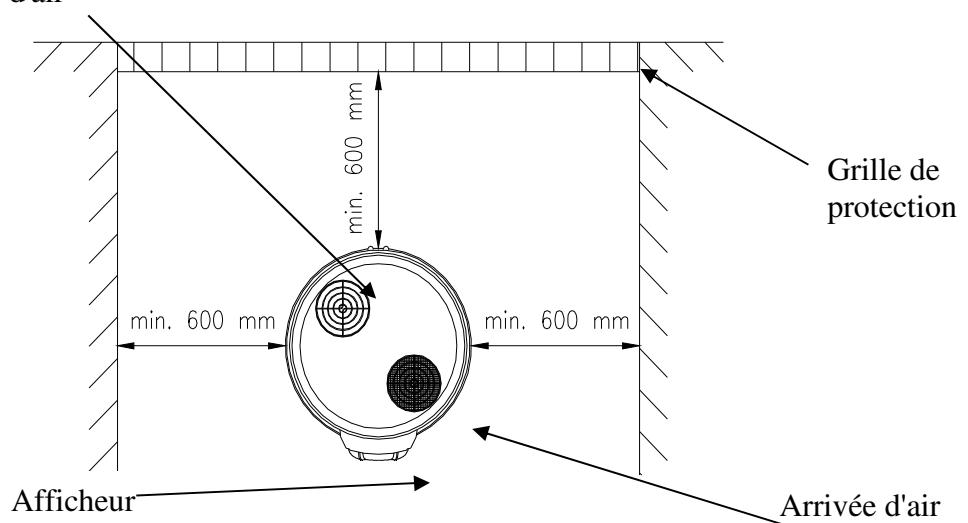

Figure 2.4-1.
- c) Fixation des pieds : assurez-vous que le sol est plat et suffisamment solide. A l'aide du « gabarit de perçage » (annexé au livret de l'appareil) marquez la position de fixation des pieds, en gardant à l'esprit les dimensions de construction indiquées sur les figures 2.4-1 et 2.4-2.) du livret de l'appareil. Fixez les 3 fixations de pieds livrées avec l'appareil avec une vis d'au moins 8M et avec des tubes de fer forés dans le sol (M8X75), dans la position décrite à la figure 2.4.-3. Réglez les pieds réglables de l'appareil à environ 26 mm (cf. figure 2.4-5.)